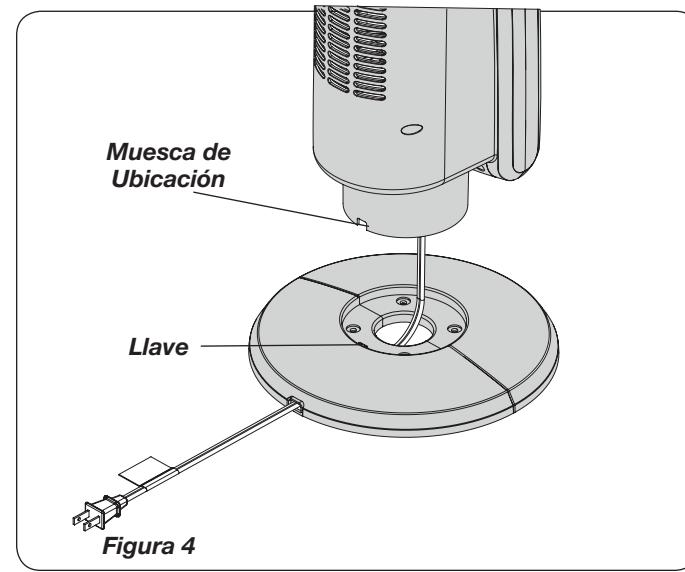
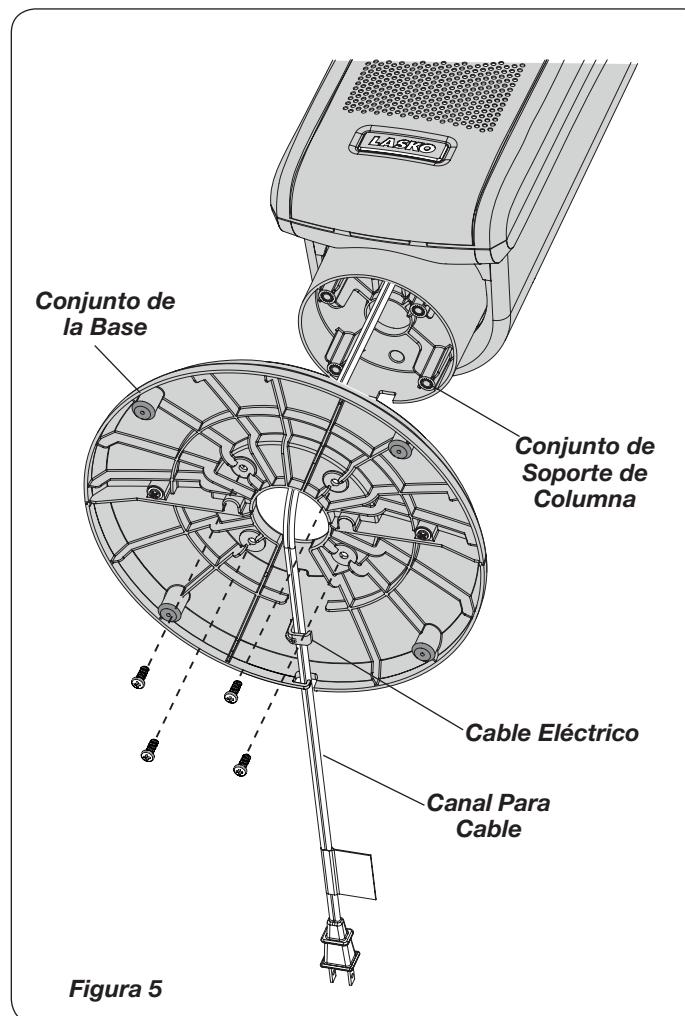

Figura 4
Figura 5
#### CONTROL REMOTO (Figura 4)
El gancho del control remoto está ubicado en la parte posterior del calentador. (Figura 5)
**3. Alinee el Conjunto de la Base con el Conjunto de Soporte de Columna.** Cerciórese de que la **Muesca de Ubicación** en el **Conjunto de Soporte de Columna** quede alineada con la **Llave** en el **Conjunto de la Base** (Figura 4). Una el **Conjunto de la Base** al **Conjunto de Soporte de Columna** con (4) tornillos M5 X 13 mm. Jale suavemente el **Cable Eléctrico** para que no quede holgado, y colóquelo en el **Canal Para Cable** del **Conjunto de la Base**. (Figura 5)